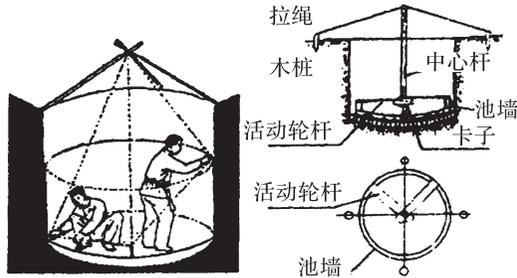

图 4-10 活动轮杆法校正沼气池坑
**3. 池坑校正** 开挖圆筒形池，取土直径一定要等于放样尺寸，宁小勿大。在开挖池坑的过程中，要用放样尺寸校正池坑，边开挖，边校正。池坑挖好后，在池底中心直立中心杆和活动轮杆（图 4-10），校正池体各部弧度，以保证池坑的垂直度、水平度、圆心度和光滑度。同时，按照设计施工图，确定上、下圈梁位置和尺寸，挖出上、下圈梁。